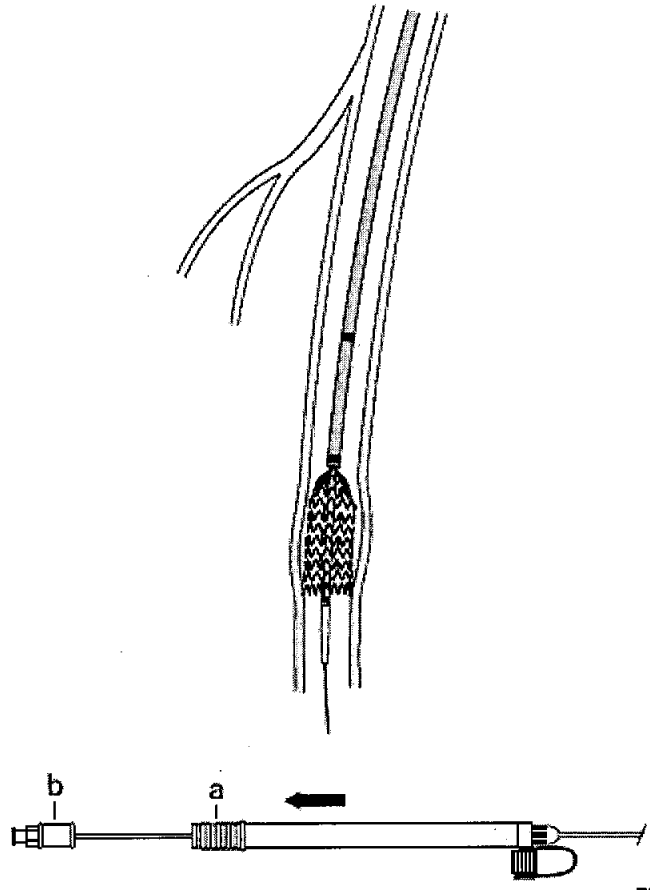

Fig. 5
4. Durante el despliegue, siga deslizando el mango (a) hacia el conector (b) con un movimiento lento, suave y continuo. (Fig. 5)